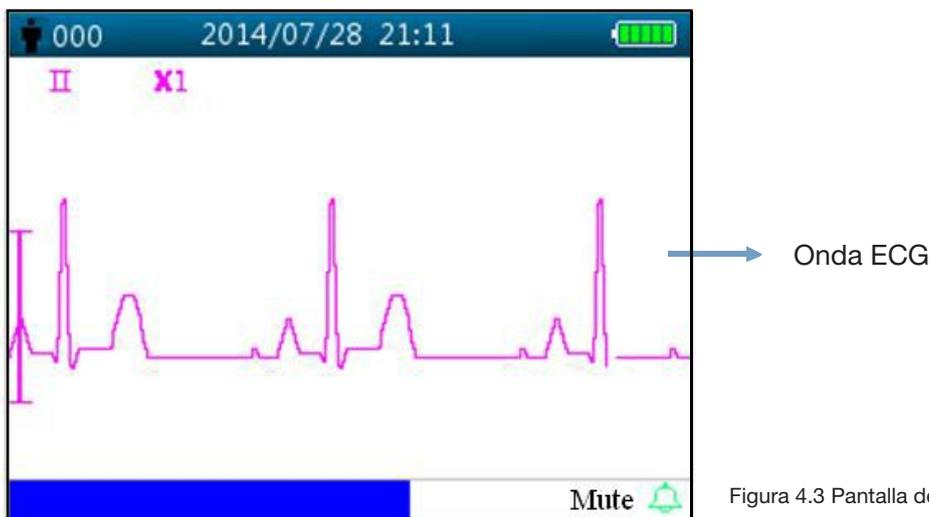

Figura 4.3 Pantalla de la onda ECG en tiempo real
**Nota:** esta pantalla es únicamente para el Monitor Gima de signos vitales con función ECG. La pantalla de la onda ECG en tiempo real se muestra en la figura 4.3.